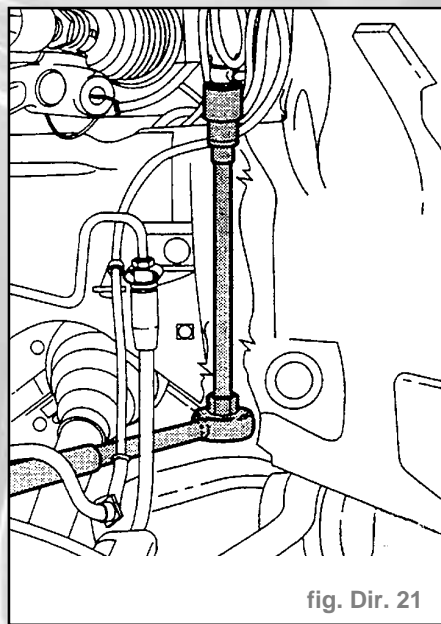

fig. Dir. 21
- Dévisser la vis creuse de flexible de retour (ouverture 22 mm) du mécanisme de direction (fig. Dir. 21).